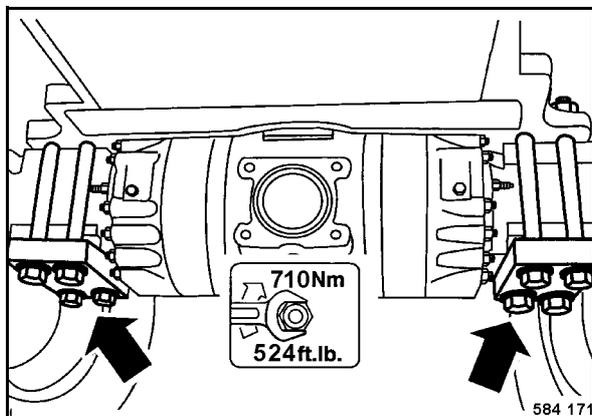

Рис. 172
- Проверить глухость посадки всех гаек крепления болтов фиксатора оси (Рис. 172).